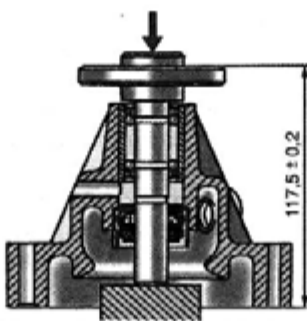

Рис. 4.1.78. Напрессовка ступицы шкива водяного насоса на вал
- напрессовать на валик подшипника ступицу шкива насоса, выдержав размер $(117,5 \pm 0,2)$ мм (рис. 4.1.78);